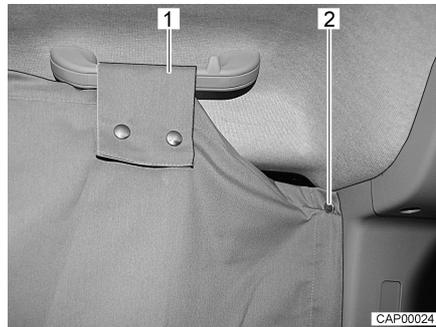

Bild 15 Fahrerhausverdunklung an Seitenscheibe
■ Fahrerhausverdunklung auf einer Seite des Fahrerhauses befestigen. Dazu zwei Druckknöpfe (Bild 15,2) hinter der Seitenscheibe an der B-Säule befestigen.
■ Schlaufe (Bild 15,1) über den Handgriff oberhalb der Seitenscheibe führen und mit Druckknöpfen befestigen.